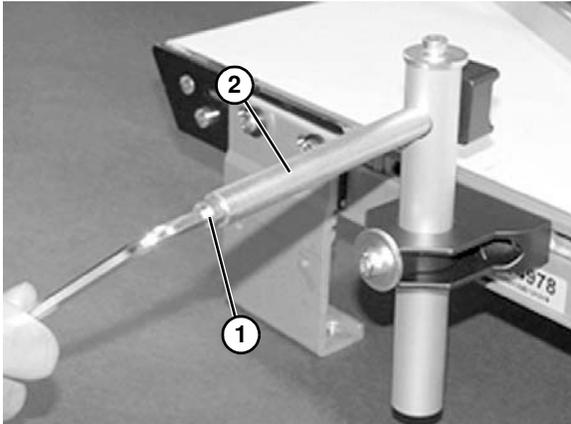
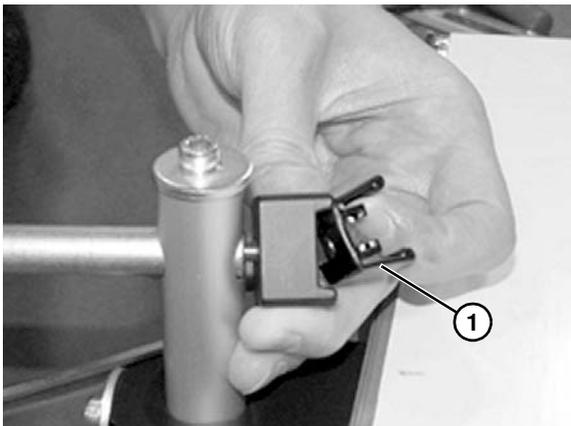
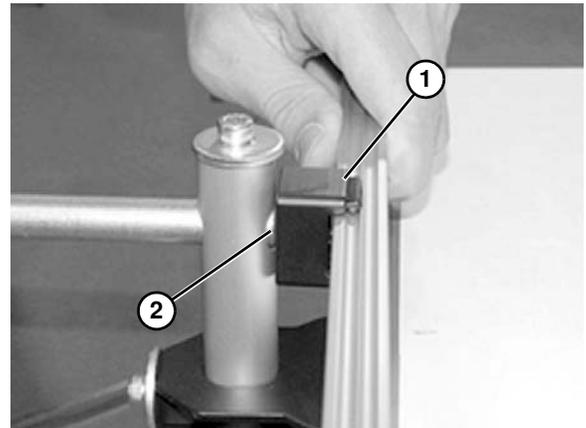

Figura 21
Figura 22
Figura 24
3. Afloje el tornillo (Figura 21, artículo 1) en el extremo del eje (Figura 21, artículo 2) para quitar la grapa (Figura 22, artículo 1).
5. Vuelva a montar la grapa (Figura 24, artículo 1) y únala al eje (Figura 24, artículo 2). Apriete el tornillo (Figura 21, artículo 1) en el extremo del eje.